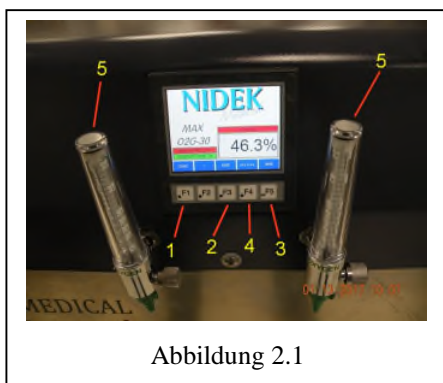

Abbildung 2.1
2.1 Vorderes Bedienfeld (Abb. 2.1)